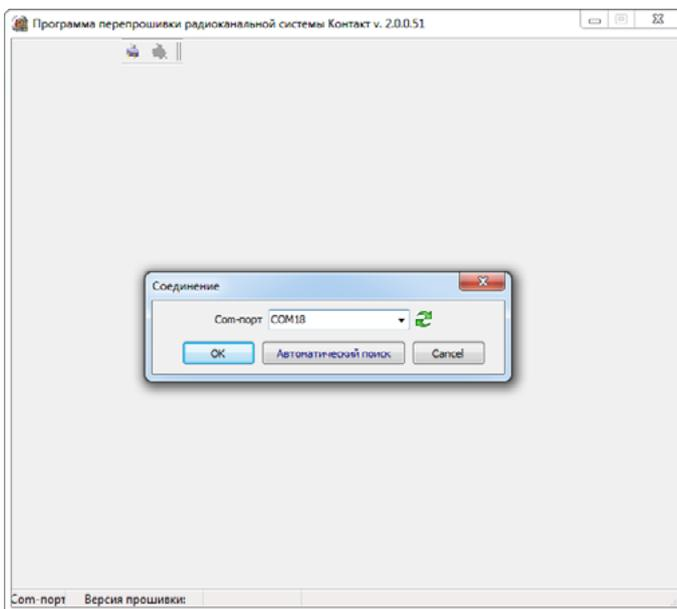

Рисунок 1. Подключение к датчику
6. При запуске программы окно установления соединения открывается автоматически (рис. 1). Если вы случайно закрыли его, то для повторного вызова окна нажмите кнопку .